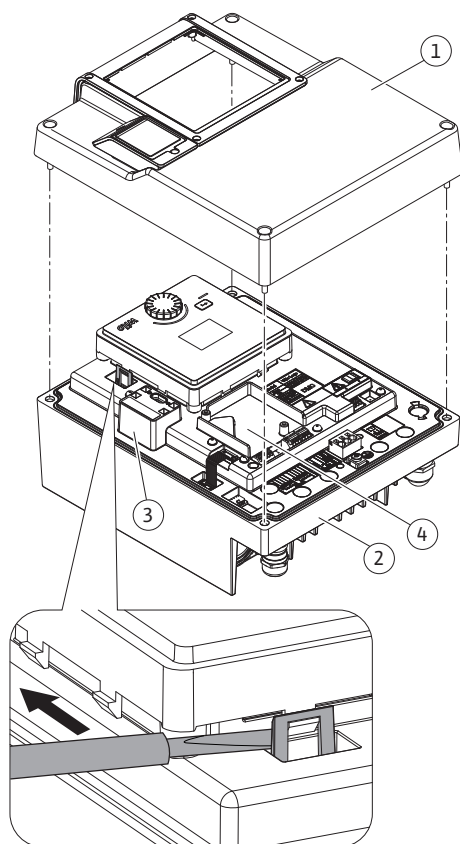

Fig. 17: Modulo elettronico
I moduli CIF (accessori) servono alla comunicazione tra le pompe e il sistema di controllo dell'edificio. I moduli CIF sono inseriti nel modulo elettronico (Fig. 17, pos. 4).